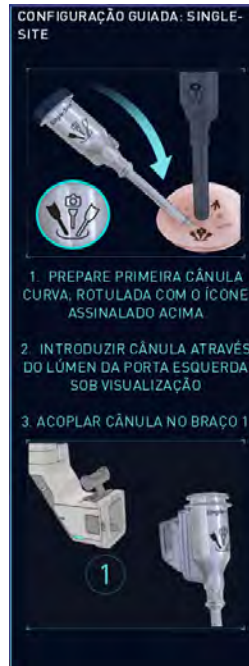

Figura 3.8 Certifique-se de que a cânula correta seja selecionada
2. Inicie o processo de inserção da cânula curva usando a cânula curva *Single-Site* de 5 x 300 mm (endoscópio à esquerda). Certifique-se de que a cânula correta seja selecionada (Figura 3.8) e mergulhada em solução salina estéril antes da inserção na porta e de que o Vedador de Cânula *Single-Site* de 5-10 mm e o obturador rombo adequado sejam devidamente instalados na cânula antes de prosseguir.